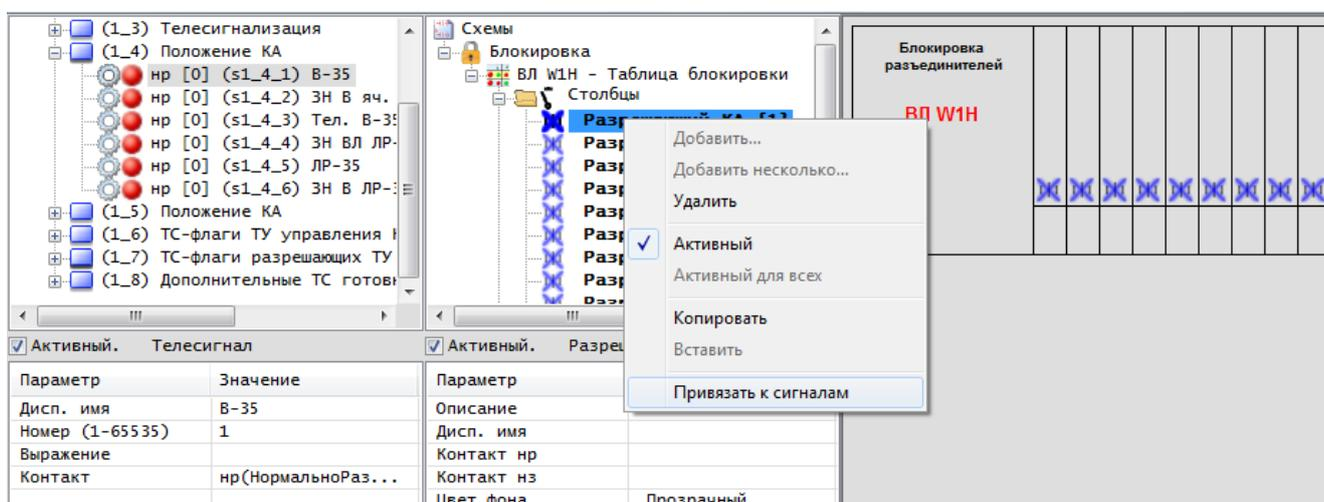

Рис. 6.28. «Мастер» привязки к сигналам компонентов «Разрешающие КА».
- В контекстном меню компонента выбрать пункт «Привязать к сигналам» (смотрите Рис. 6.28);